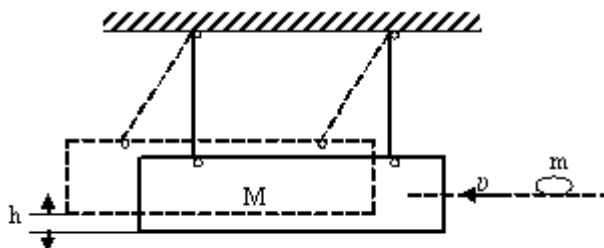

Рис. 7
8. Пуля массой $m=10\text{г}$, летевшая со скоростью $v=600\text{м/с}$, попала в баллистический маятник (рис.7) массой $M=5\text{кг}$ и застряла в нём. На какую высоту h , откачнувшись после удара, поднялся маятник?